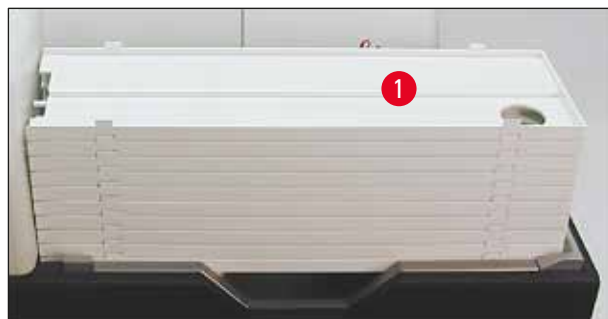

Fig. 43
1. Posizionare una pila di vassoi (→ "Fig. 43-1") sul tavolo di sollevamento della stazione di scarico (→ "Fig. 43").